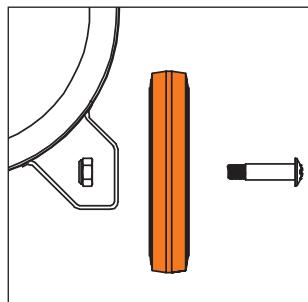
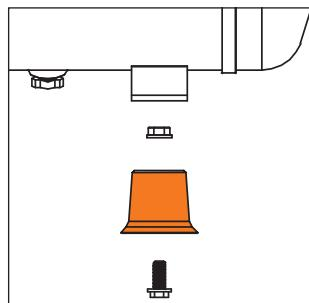

Рис. 8
Рис. 9
- Для моделей компрессоров **DAC 240S / DAC 250SV / DAC 250SS / DAC 320S / DAC 480S** установите на нижнюю часть ресивера колеса (Рис. 8) и резиновые опоры (амортизаторы) (Рис. 9).